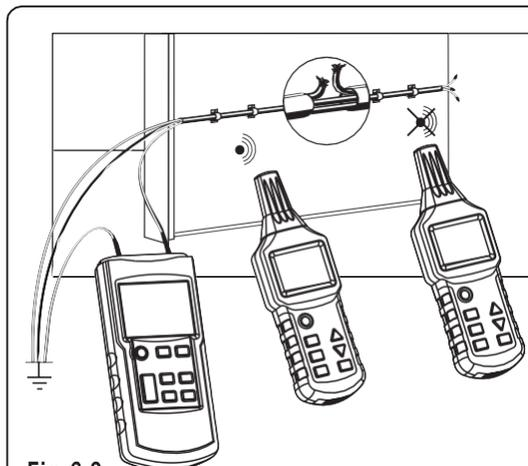

Fig. 2-2
In questo esempio, prendere un pezzo di cavo schermato con un'area della sezione trasversale di 1,5 mm. Installare provvisoriamente 5 m di questo cavo lungo la parete con fermagli per chiodi all'altezza degli occhi come montaggio su superficie. Assicurati che la parete sia accessibile da entrambi i lati. Creare un'interruzione artificiale a una distanza di 1,5 m prima del capolinea. I terminali di linea devono essere aperti. Spelare il cavo interrotto all'inizio del cavo schermato e collegarlo tramite i puntali (forniti) con il foro (10) del trasmettitore. Collegare il terminale (11) del trasmettitore a una messa a terra adeguata. Anche tutti gli altri conduttori del cavo devono essere collegati al trasmettitore e alla stessa messa a terra (vedere Fig. 2-2).